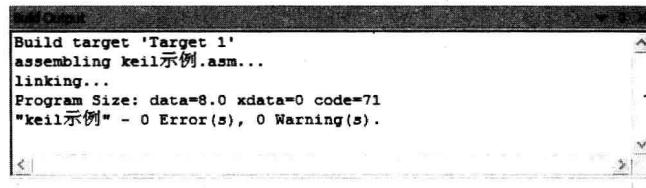

图 1-8 错误和警告信息
4) 编 译 项 目 并 创 建 HEX 文 件 在 “Target” 选 项 卡 中 设 置 好 参 数 后，就 可 对 源 程 序 进 行 编 译。单 击 图 标 或 执 行 菜 单 命 令 “Project” → “Build Target”，可 以 编 译 源 程 序 并 产 生 应 用。当 所 编 译 的 程 序 有 语 法 错 误 时，μVision4 将 会 在 “Build Output” 窗 口 中 显 示 错 误 和 警 告 信 息，如 图 1-8 所 示。双 击 某 一 条 信 息，光 标 将 会 停 留 在 μVision4 文 本 编 辑 窗 口 中 出 现 该 错 误 或 警 告 的 源 程 序 位 置 上。